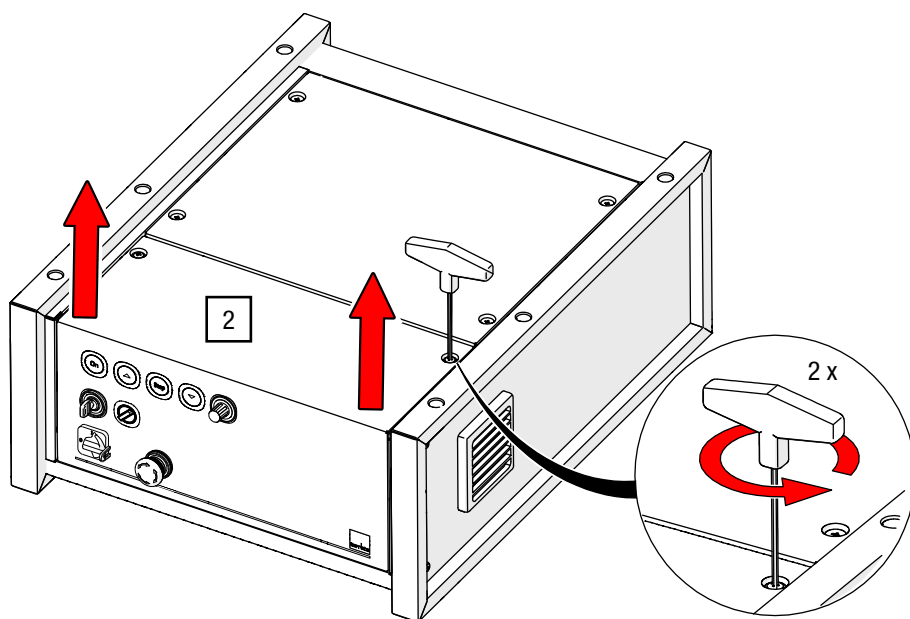

Abb. 23: G-FRAME 54 – Bedienfeld lösen und anheben
2. Lösen Sie das Bedienfeld mit dem Innensechskantschlüssel (ISK) SW 3 an beiden Seiten und heben Sie das Bedienfeld ab (siehe Abb. 23).